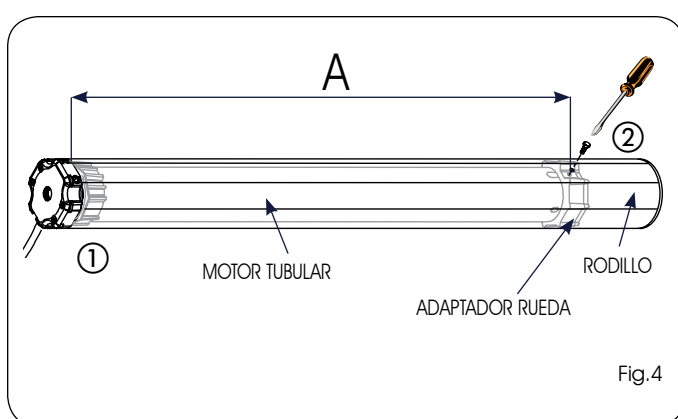

Fig.4
2) Introduzca el motor tubular ensamblado en el interior del rodillo por la parte opuesta a la tapa, hasta que el adaptador corona esté completamente introducido en el rodillo (Fig.4 ref.①)